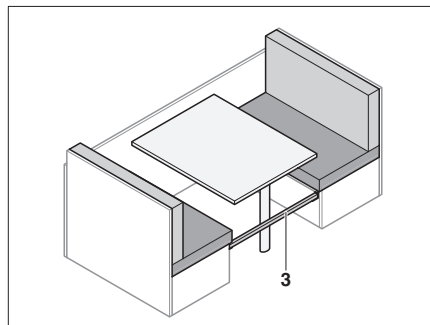

Fig. 62 Utilizar placa de refuerzo
- Colocar listón adicional (Fig. 62,3) entre los bancos de asiento.